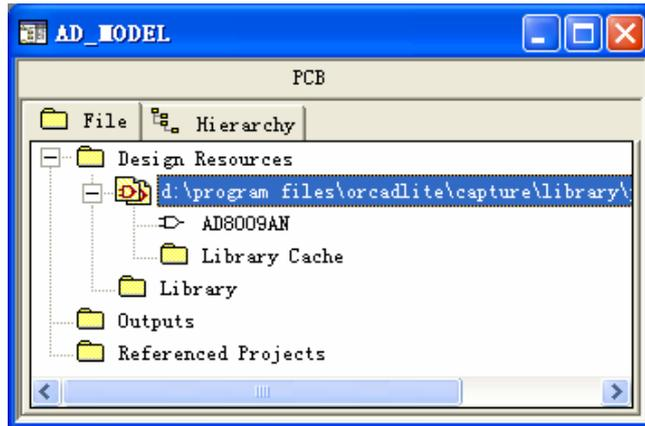

图 4.2.3 在 OrCad Capture 中的 Library Editor 窗口
b. 执行 File > Open > Library 菜单命令。浏览新创建的文件 (AD_MODEL.OLB)。点击 OK, 打开 PCB 窗口, 如图 4.2.3 所示。在我们的例子中, 我们的库包含一个器件 (AD8009AN), 在实际情况下库中可能包含许多不同的器件和子电路。